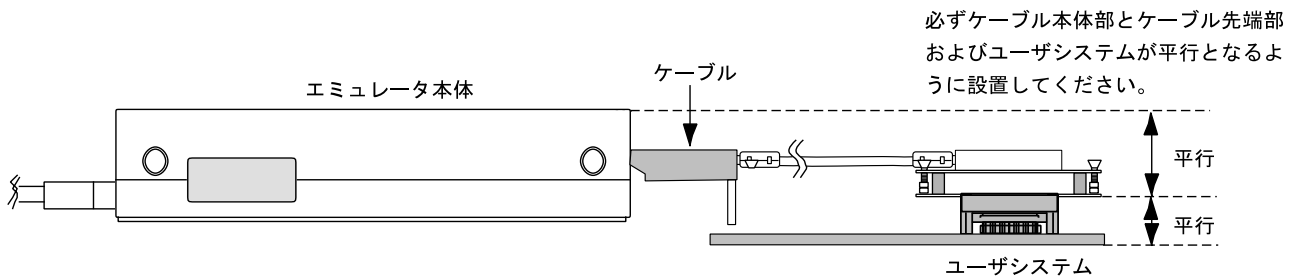

図10 設置例
- (1) ユーザシステムへの接続時には1ピン位置に十分注意して、誤接続は絶対にしないでください。
- (2) 本ユーザシステムインタフェースケーブルを使用する場合の推奨マウントパッド寸法は、MCU実装用マウントパッド寸法とは異なりますので注意してください。
- (3) 本ユーザシステムインタフェースケーブルは、HS3664EPI61Hエミュレータ専用ですので、他のエミュレータ本体には使用しないでください。
- (4) ケーブル本体部が断線する可能性がありますので、本ユーザシステムインタフェースケーブルの上に重いものや金属等の角の尖ったものを置かないでください。
- (5) ユーザシステムに接続した状態では、ユーザシステムインタフェースケーブル、特にケーブル先端部に無理な力が加わらないように注意する必要があります。図10の設置例を参照してご使用ください。